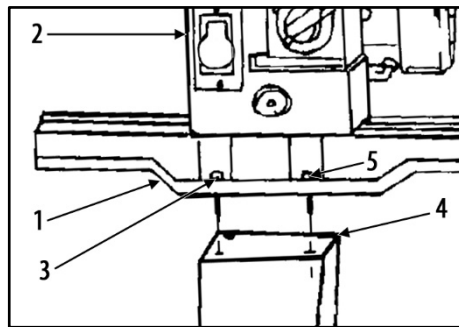

Рисунок 2.
Измерьте расстояние между установочными отверстиями на станине 1 (рис. 2) и поставьте правую и левую опору (4) на этом расстоянии друг от друга, выровняйте их.